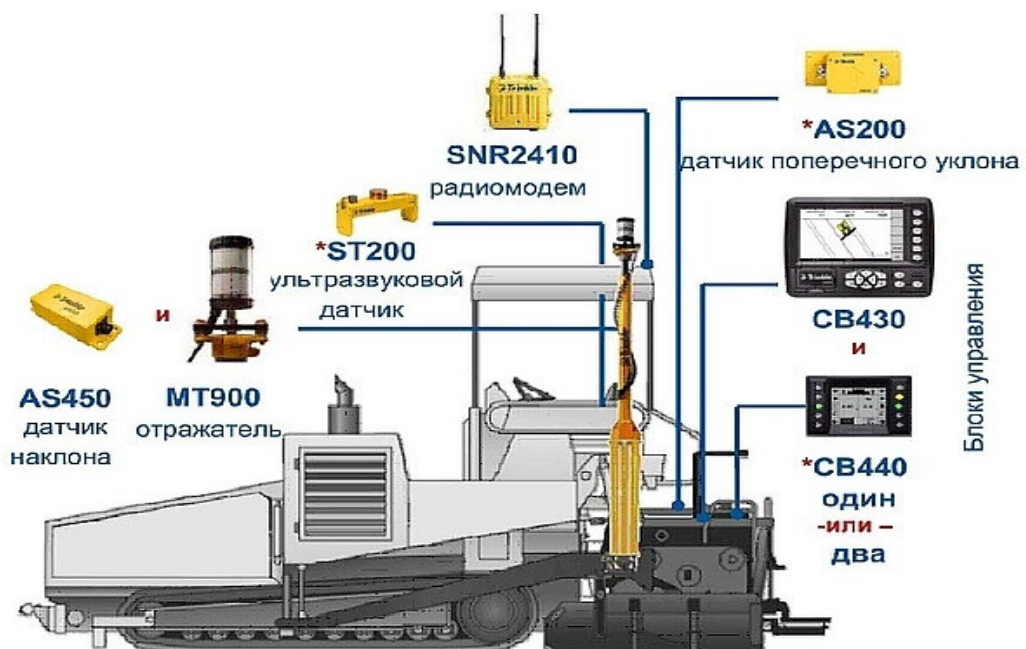

Рис. 36
43. На рис. 36 предназначение датчика поперечного уклона